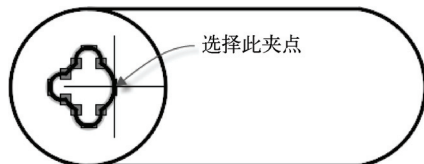

图 5-14 选择要操作的夹点
- 2 选中左边的一个异形孔图形对象，接着单击该图形上显示的最右侧的一个小狭长型的夹点以亮显该夹点，如图 5-14 所示。